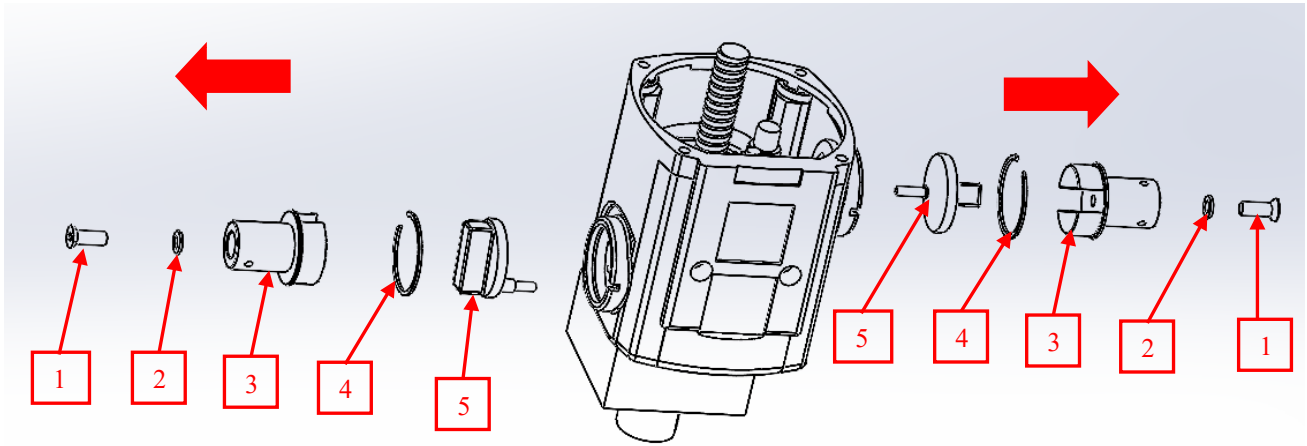

Figure 5.18
5.7.1 Bir tornavida yardımıyla figure 5.18 - position 1 - position 2'deki vidaları ve pulları sököl, ardından topuzları (COE00889) - position 3 - figure 5.18 sököl, position 4 - figure 5.18'deki seeger halkalarını çıkarın ve daha sonra figure 5.18 - position 5'te gösterildiğı gibi topuzları sököl;